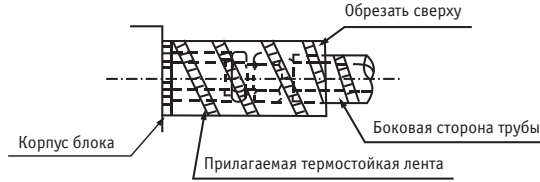

Рис. 5-3
1. Диаметр соединительных труб внутреннего блока для R410A (рис. 5-3).